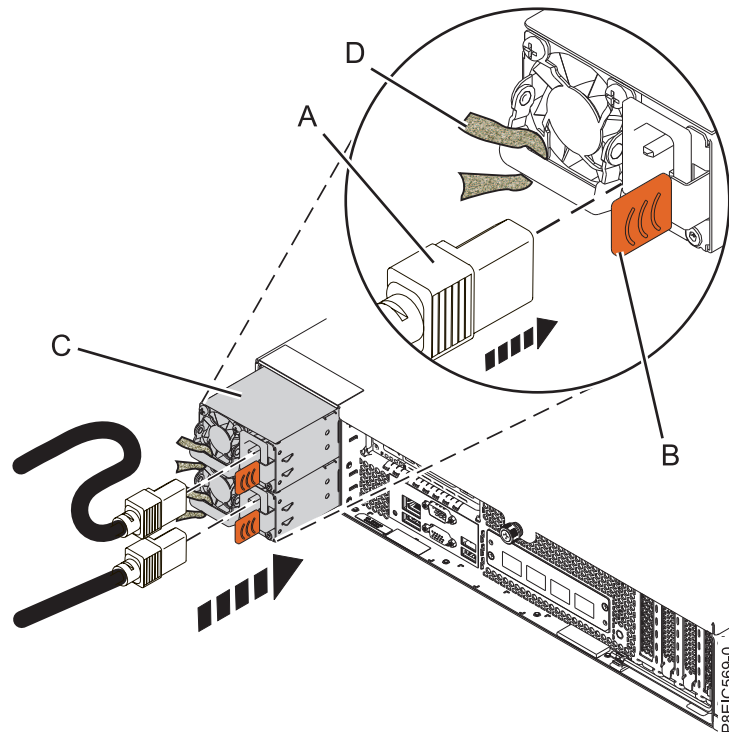

図 59. システムの電源装置の取り替え
1. 電源装置 (C) をベイに位置合わせし、ラッチ (B) が所定の位置にロックされるまで、電源装置をスライドさせてシステムに押し込みます。図 59 を参照してください。
- a. 電源コードを電源装置に接続します (図 59 を参照)。